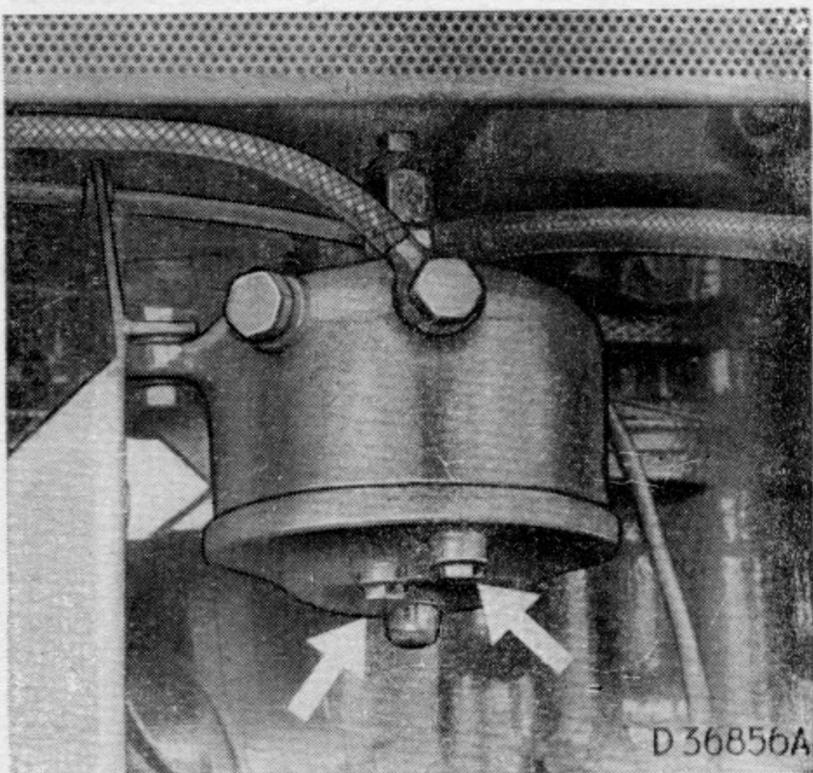

Bild 53. Schlammablasschrauben
**Alle 100 Betriebsstunden** beide Ablasschrauben (Bild 53) unter dem Kraftstofffilter herausschrauben, **Schlamm und Wasser abfließen lassen** und Schrauben wieder einschrauben. Wenn der Motor zu wenig Kraftstoff bekommt, ist das **Kraftstofffilter zu reinigen** (s. Abschnitt 52).